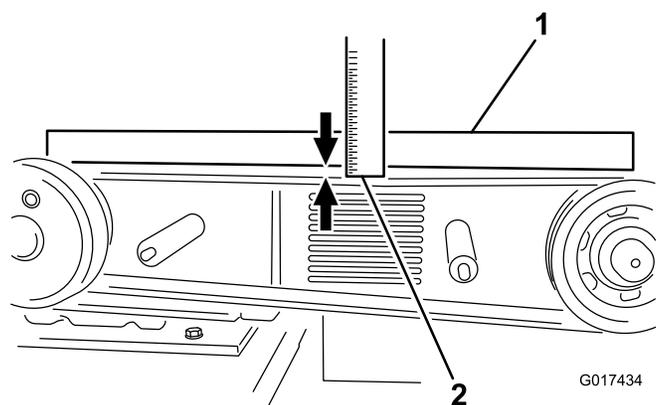

Figure 19
6. Posez une règle en travers des poulies d'embrayage et du volant moteur, serrez le boulon de tension de la courroie de sorte à obtenir une flèche de 1 cm (0,40 po) lorsqu'une pression de 6,8 kg (15 lb) est exercée au centre du brin (si vous retendez une courroie existante), ou lorsqu'une pression de 8 kg (18 lb) est exercée sur une courroie neuve (Figure 19).